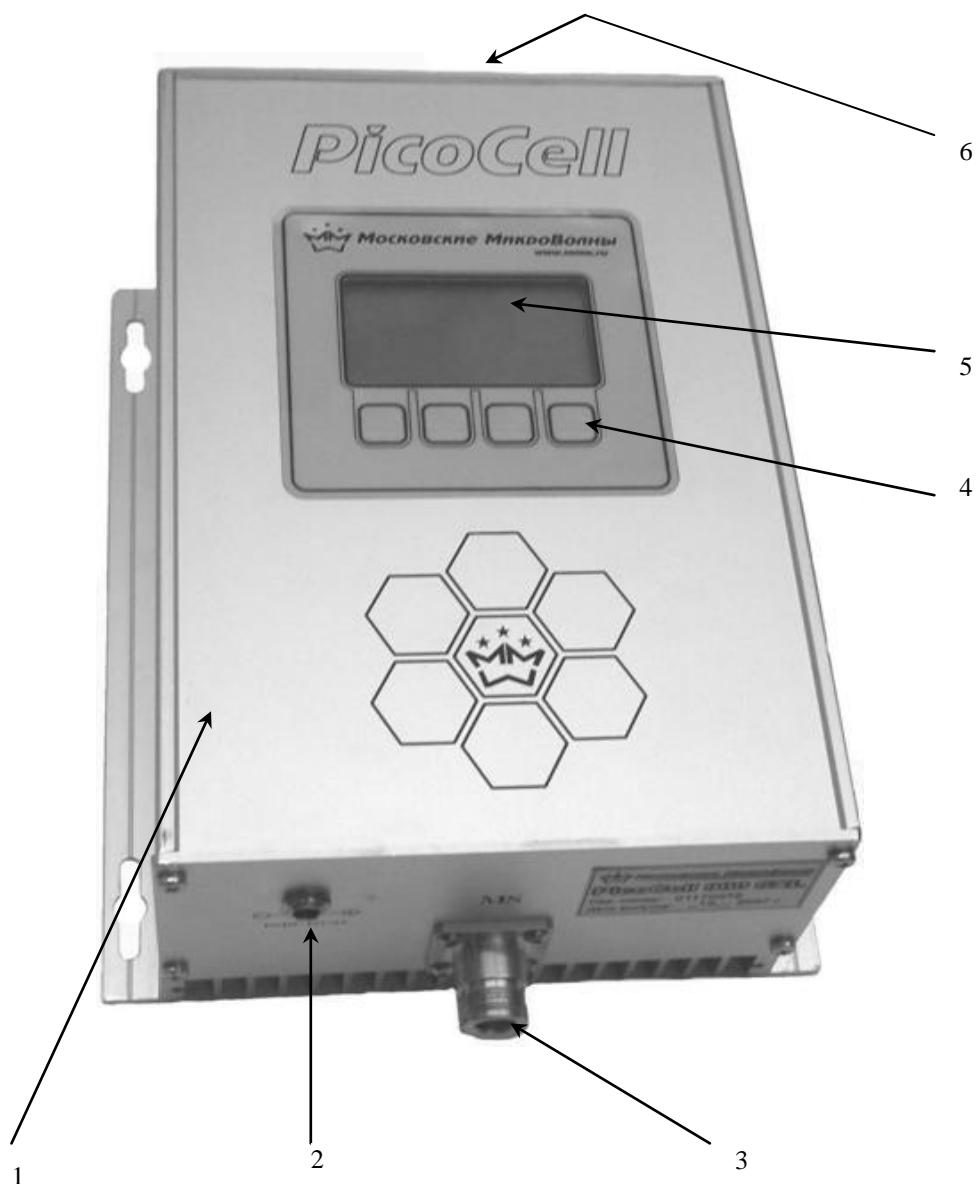

Рис.1 Ретранслятор *PicoCell 1800 SXL*
Внешний вид ретранслятора *PicoCell 1800SXL* показан на рис.1
3.2.3. Присоедините разъемы кабелей от antenn к соответствующим разъемам ретранслятора (см. рис.1). Внутренние поверхности ВЧ разъемов должна быть чистыми. В случае попадания пыли или влаги внутрь ВЧ разъемов следует перед подсоединением протереть их ветошью или ватным тампоном, смоченным чистым спиртом.